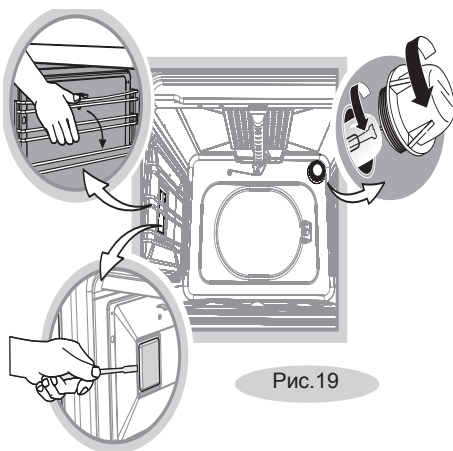

Рис. 19
- Откройте стеклянный плафон (рис. 19).
- Плафон боковой подсветки, при наличии, снимается с небольшим усилием (рис. 19).